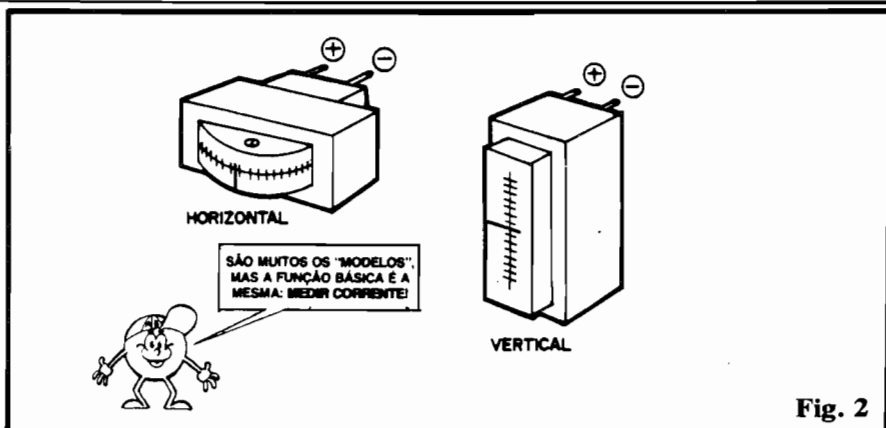

Fig. 2
- **FIG. 2** - No caso dos V.U.s (medidores feitos industrialmente, "sob encomenda", para indicação de "sintonia", volume de saída em amplificadores, nível de gravação em gravadores, etc.), que tanto podem ser obtidos "virgens", novos, nas lojas (geralmente a preço inferior ao pedido pelos galvanômetros **mesmo**...) quanto conseguidos (também a preços bem mais vantajosos...) em "sucatas" ou "ofertas", os formatos do corpo da peça e da sua própria escala, podem variar ainda mais. Embora existam também os de mostrados mais "taludos", redondo, quadrado ou retangular (ver fig. 1), o mais comum é que apresentem um dos formatos ilustrados, com a escala ou mostrador "alongados", seja no sentido horizontal, seja no vertical... Notem que tais disposições são implementadas industrialmente, com o propósito único de "economizar" espaço nos painéis de aparelhos aos quais o V.U. deva ser acoplado... As marcações nas escalas nem sempre obedecem à esperada linearidade ou proporcionalidade. Algumas vem apenas marcadas com "zonas de cores" ou com símbolos e abreviações meio "esotéricas" (que diziam respeito, diretamente, apenas à função para a qual tinham sido "imaginados"...). Para muitas das aplicações finais que o Leitor/"Aluno" pretenda dar ao instrumento, será mais prático (já que é perfeitamente possível - conforme explicado num segmento da "Lição" Teórica, lá no começo da presente "Aula"... ) trocar a escala, ou "apagá-la", re-dividi-la e re-escrevê-la. Um ponto "a favor" dos V.U.s (além da possibilidade de obtê-los a preço menor do que os galvanômetros comerciais "de linha", genéricos...) é que costumam ser instrumentos